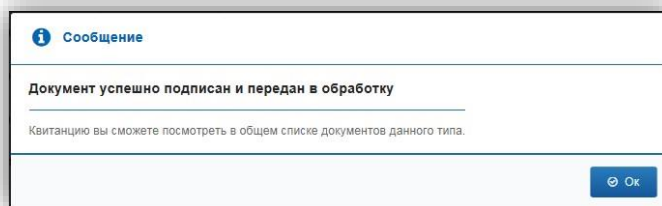

Рисунок 156 – Документ успешно подписан и передан в обработку
- В информационном сообщении нажмите кнопку «Ок», чтобы закрыть его (рис. 156).